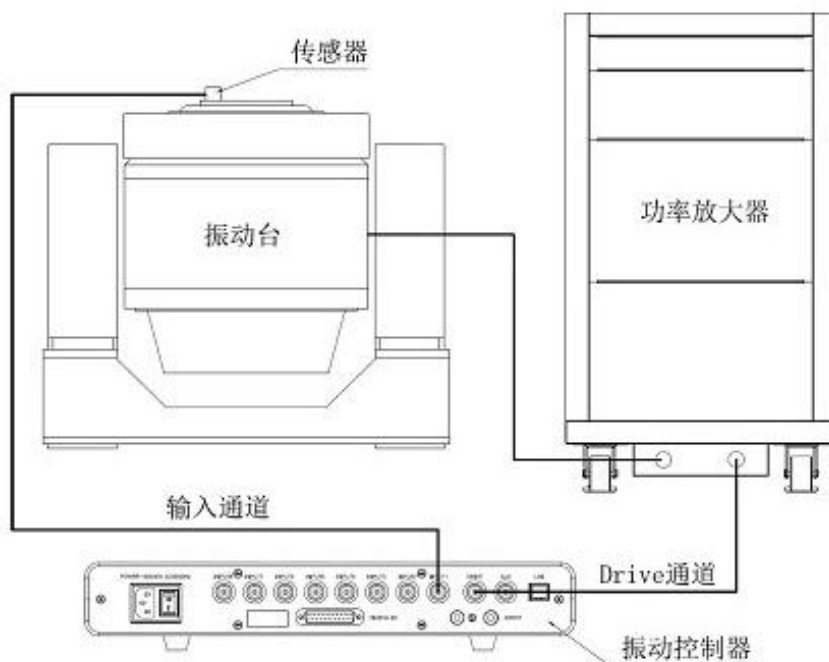

图 1-4
- (1) 将振动控制仪与功放、传感器连接好。振动控制仪的驱动输出端（Drive）与功放的输入端相连接；传感器的输出端与振动控制仪的输入端相连接；如图 1-4 所示。